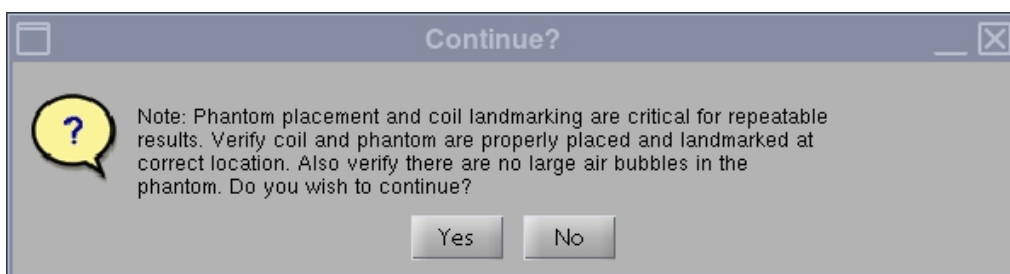

Fig. 4
3. La început, va apărea următoarea Observație: "Phantom placement and coil landmarking are critical for repeatable results" (Amplasarea fantomei de calibrare și alinierea cu marcasele bobinei sunt esențiale pentru obținerea unor rezultate repetabile). Dacă bobina a fost aliniată corect și în fantoma de calibrare nu există bule de aer, faceți clic pe **[Yes]** (Da) pentru a continua. (Fig. 4).